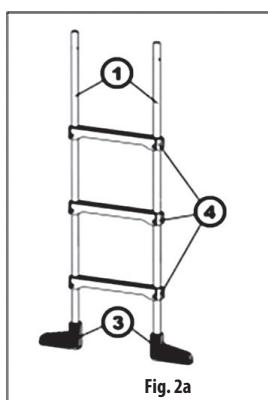

Fig. 2a
Tutti i gradini in plastica (4) devono essere applicati su entrambi i montanti tubolari (**Fig. 2a**) esercitando un po' di forza e mantenendo sempre la stessa direzione di tutti i gradini. Spostare i gradini lungo i montanti tubolari per trovare la posizione giusta per i fori dei gradini che devono combaciare con i fori dei montanti. Inserire il dado (7) (**Fig. 2b**) nella scanalatura praticata sul lato inferiore del gradino e fissare il gradino (6) (**Fig. 2c**).